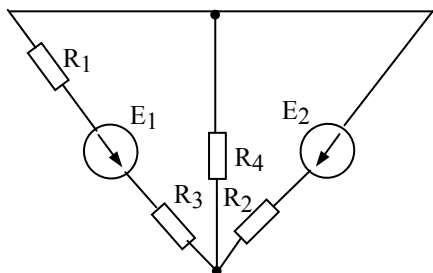

Рис.1.4.8
1.4.8. Методом эквивалентного генератора определить ток в ветви с сопротивлением  $R_4$  (рисунок 1.4.8), если  $E_1=100$  В,  $E_2=80$  В,  $R_1=30$  Ом,  $R_2=30$  Ом,  $R_3=20$  Ом,  $R_4=25$  Ом. Проверить правильность решения задачи методом наложения.